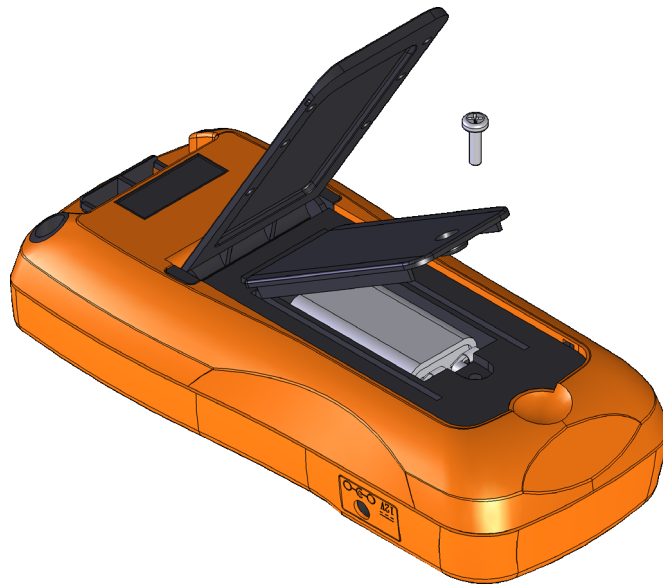

Abbildung 1-1 Einlegen der Batterien
- 1 Öffnen der Batterieabdeckung.** Heben Sie den Neigungsständer an. Lösen Sie die Schrauben mit einem Kreuzschlitzschraubendreher und entfernen Sie anschließend die Batterieabdeckung wie in Abbildung 1-1 gezeigt.